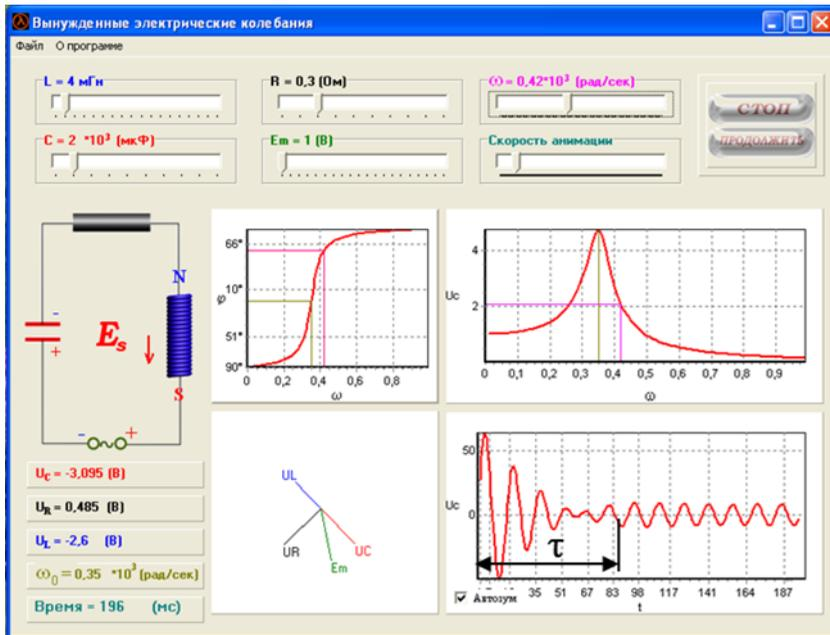

Рис. 5
2. Познакомиться с рабочей панелью (рис.5).
5. Запустить программу в работу клавишей «Пуск» и, наблюдая за временной разверткой  $U(t)$ , дождаться начала вынужденных колебаний с постоянной амплитудой. Остановить работу программы клавишей «Пауза». По оси времени  $t$  измерить время  $\tau$  восстановления вынужденных колебаний (см. рис.5). Зафиксировать при этом амплитудное значение напряжения на конденсаторе  $U_m$ .